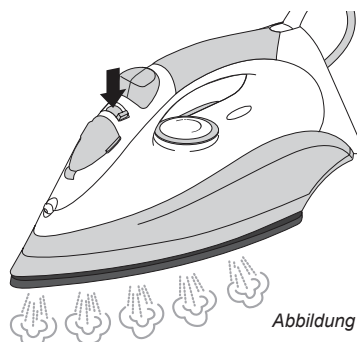

Abbildung 4
5. Stellen Sie mithilfe des Dampfeinstellknopfs die gewünschte Dampfmenge ein (siehe Abbildung 4).
7. Die Dampfstoßfunktion können Sie verwenden, indem Sie auf den Wahlknopf (6) drücken.